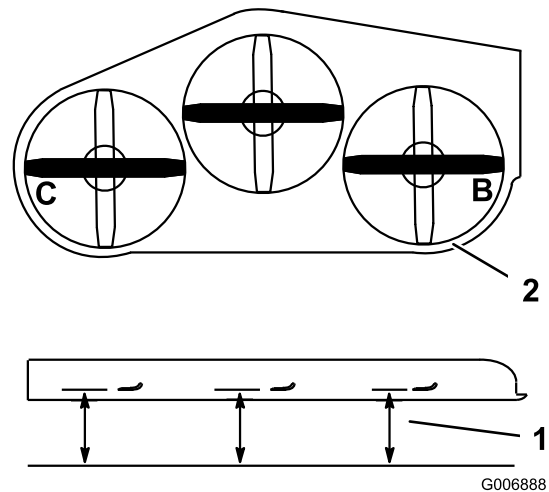

Figura 88
4. Mida en las posiciones **B** y **C** desde una superficie nivelada hasta el filo de corte de los extremos de las cuchillas (Figura 88).